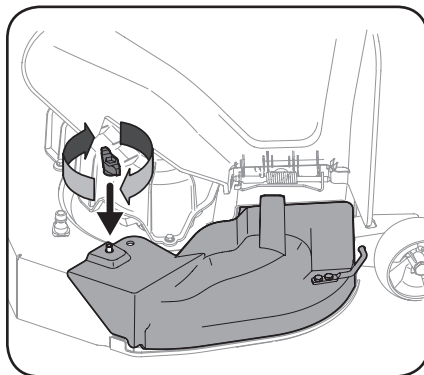

Figure 1-6
3. Fixez le bouchon de déchiquetage avec un écrou papillon. Voir Figure 1-6.